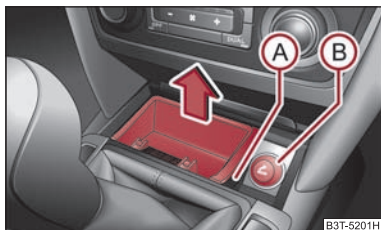
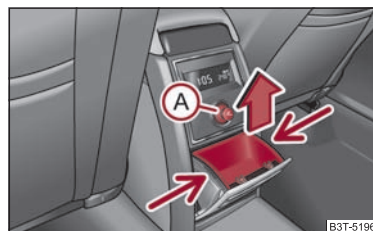

Abb. 100 Mittelkonsole: Aschenbecher vorn
Abb. 101 Mittelkonsole: Aschenbecher hinten
- Fassen Sie den Einsatz des Aschenbechers an der Stelle (A) ⇒ Seite 102, Abb. 100 und nehmen Sie ihn in Pfeilrichtung heraus.
- Fassen Sie den Einsatz an den mit Pfeilen gekennzeichneten Stellen ⇒ Abb. 101 an und nehmen Sie es heraus.
- Drücken Sie den Anzünderknopf (A) ⇒ Abb. 101 oder (B) ⇒ Seite 102, Abb. 100.